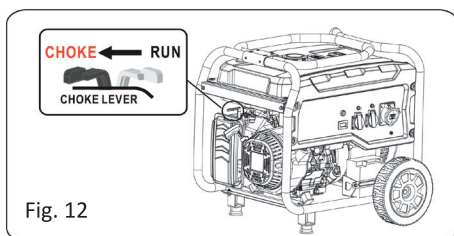

Fig. 12
- Skjut choken till positionen Choke. (Se fig. 12). **HOPPA ÖVER DETTA OM MOTORN REDAN ÄR VARM.**